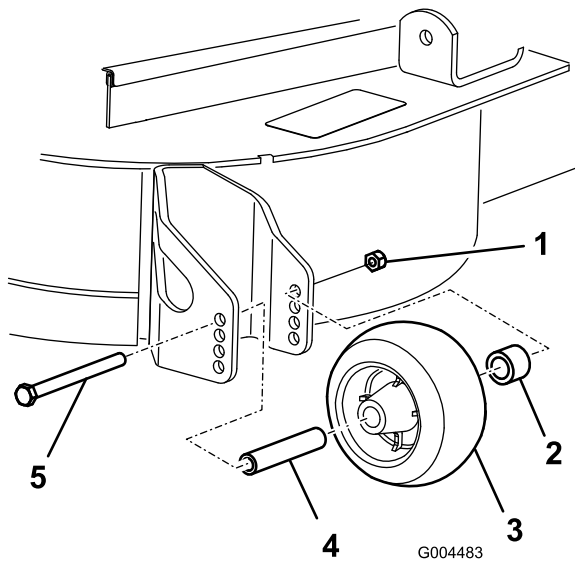

図 22
3. 刈高変更後、ローラの調整を行うフランジナット、ブッシュ、スペーサ、ボルトを外す(図 22)。
注 54-61 Nmにトルク締めする 図 22。